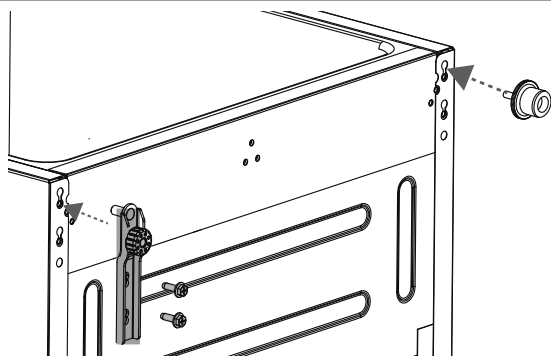

Fig. 5
- ▶ Riavvitare la cerniera inferiore sul lato sinistro. Avvitare il piedino regolabile (3) sul lato destro (vedere la **fig. 5**).
- ▶ Posizionare la porta del vano congelatore (2) sulla cerniera inferiore. Tenere saldamente la porta del vano congelatore.
- ▶ Prima di riavvitare la cerniera superiore, assicurarsi che la porta del vano congelatore (2) sia a filo con il corpo dell'apparecchio in senso orizzontale e verticale, in modo che tutte le guarnizioni si chiudano.